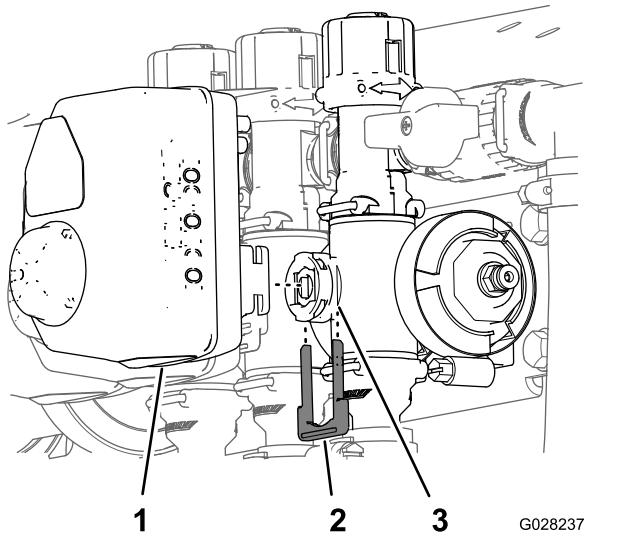

Figura 97
3. Rimuovete il fermo che fissa l'attuatore alla valvola del collettore per la valvola di controllo del volume, la valvola dell'agitatore, la valvola principale delle barre o la valvola di sezione delle barre (Figura 97).